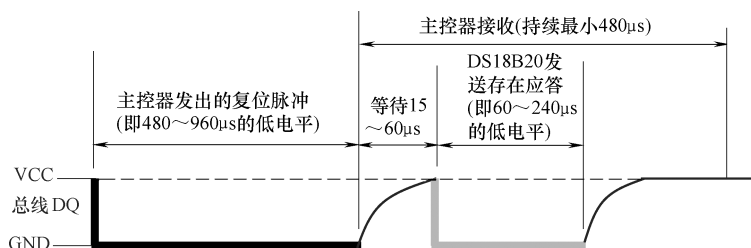

图 6-14 DS18B20 初始化总线（启动）时序
(1) DS18B20 单总线初始化步骤。单总线上的所有器件均以初始化开始，主机发出复位脉冲（即将总线 DQ 拉低 480 ~ 960 μs ），再等待（即将总线 DQ 拉高）15 ~ 60 μs ，然后判断从件是否有应答（即判断总线 DQ 是否为 0），为 0 则表示从件有应答（即从器件发出持续 60 ~ 240 μs 的存在脉冲，使主机确认从器件准备好）。初始化时序如图 6-14 所示。